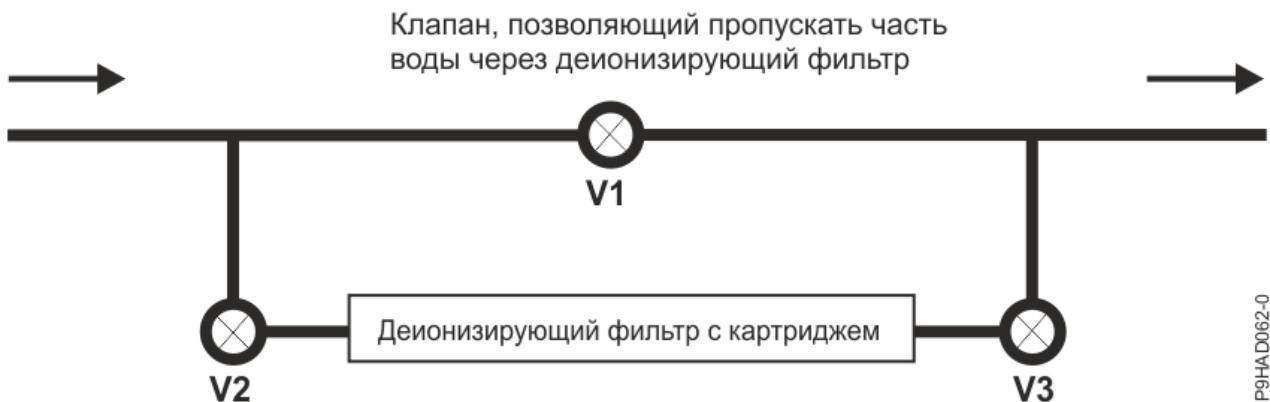

Рисунок 83. Деионизация воды с помощью деионизирующих картриджей, установленных в охлаждающем контуре
- Важно очистить воду системы перед добавлением в нее каких-либо химикатов. Этого можно достичь посредством деионизации воды с помощью деионизирующих картриджей, установленных в охлаждающий контур. Пример показан на Рисунок 83 на стр. 153. Даже если для заполнения системы используется деионизированная вода, этап деионизации полезен по двум причинам во-первых, он позволяет гарантировать деионизацию начальную воду, а во-вторых, он удаляет ионы, выщелоченные со стенок охлаждающего контура.